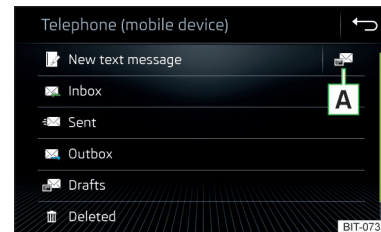

Fig. 202
- ▶ În meniul principal *Telefon*, atingeți suprafața de comandă funcții 📞; se afișează un meniu pentru mesaje » fig. 202.
» *fig. 202 la pagina 173*.